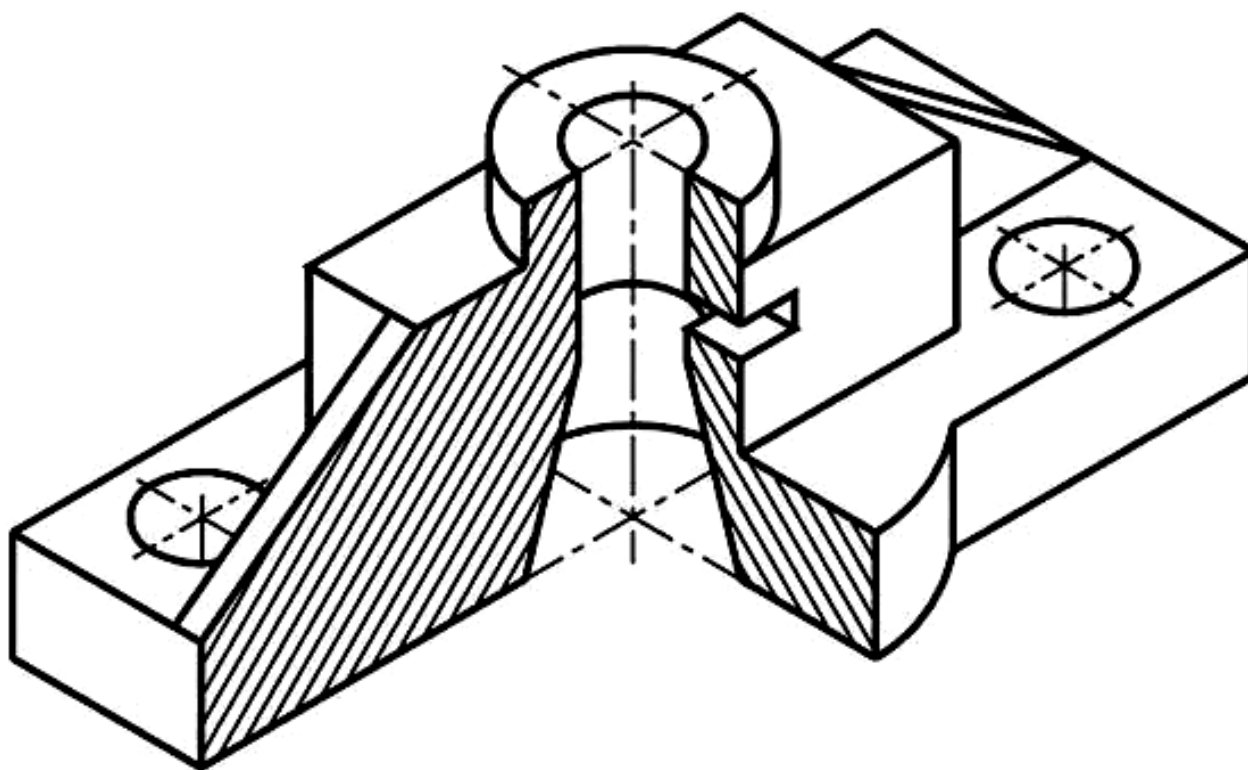

Рис. 3.1.1 Аксонометрія деталі
3. Створити креслення деталі відповідно до наведеної на рис. 3.1.1 аксонометрії. Розміри деталі вибрати довільно зі збереженням пропорцій між елементами.